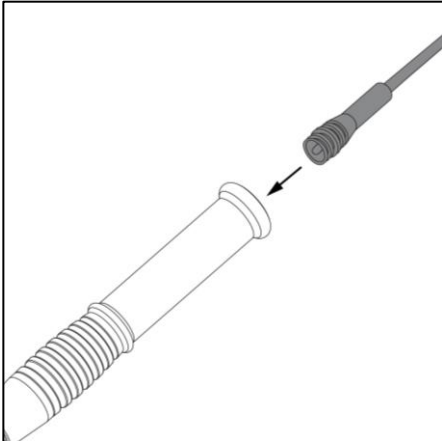

図 7
1. トーチケーブル（黒色）とトーチグリップを接続してください。（図 7）